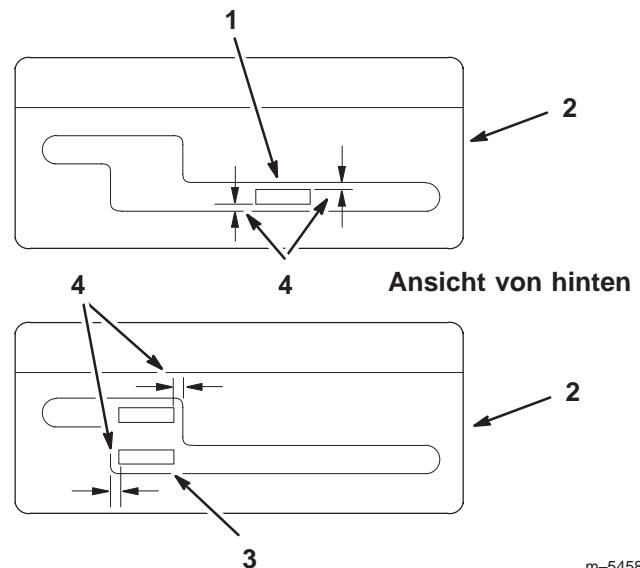

Bild 5
5. Legen Sie den 2. Gang ein und kontrollieren die Flucht des Hebel im Schlitz der Schalttafel. Der Abstand zwischen Ober- und Unterseite des Schalthebels muss gleich sein (Bild 5).
7. Schalten Sie auf Neutral und kontrollieren die Flucht des Hebel im Schlitz der Schalttafel. Der Abstand an den Seiten des Schalthebels muss gleich sein (Bild 5).